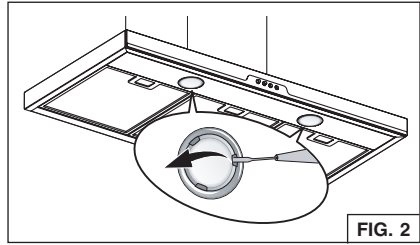

FIG. 2
1. Abra la tapa haciendo palanca desde las ranuras correspondientes. Fig. 2.